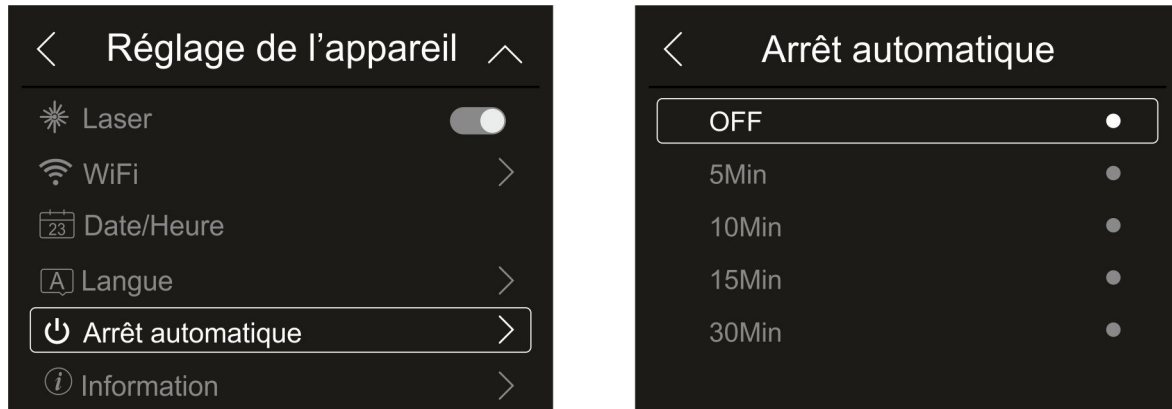

Fig. 20: Réglage de la mise hors tension automatique
1. Touchez l'élément «Arrêt automatique» pour régler le temps de mise hors tension automatique de l'instrument. La page-écran de la Fig. 20– partie droite s'affiche à l'écran :